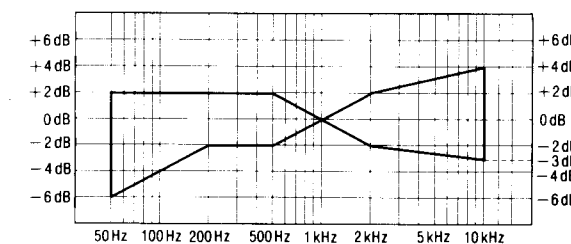

Fig. 7
4. Reproducir la señal grabada en el paso 2 y comprobar que el nivel de cada frecuencia de salida esté dentro de la gama mostrada en la Fig. 7, en comparación con la frecuencia de referencia (1kHz).